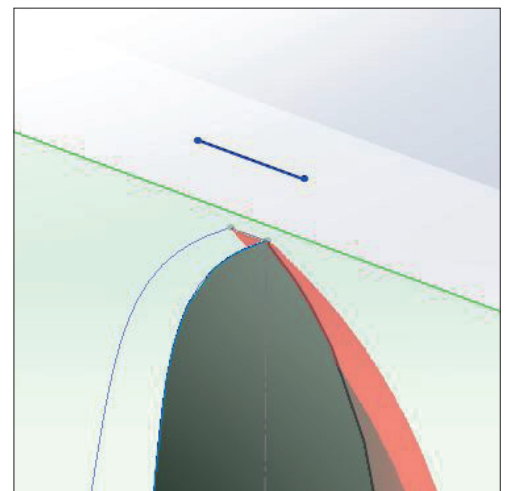

Abb. 70_Panton_Chair_24, BN
- » **Ebene rechts** Skizze (Linie) erstellen (siehe Abb. 70)